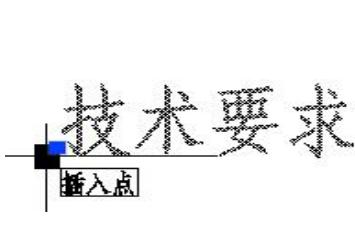
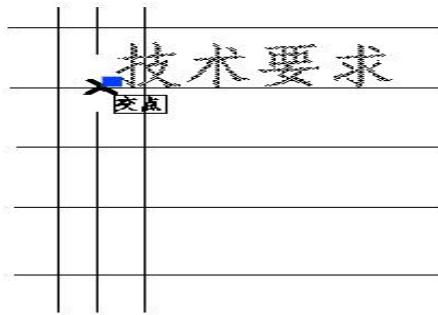

图 5-20 选择第一行单行文字
图 5-21 粘贴到辅助线中
6、选择如图 5-20 所示的单行文字，右击鼠标，在弹出的快捷菜单中选择【带基点复制】命令。选择如图 5-20 所示的插入点，右击鼠标，在弹出的快捷菜单中选择【粘贴】命令，捕捉如图 5-21 所示的交点。